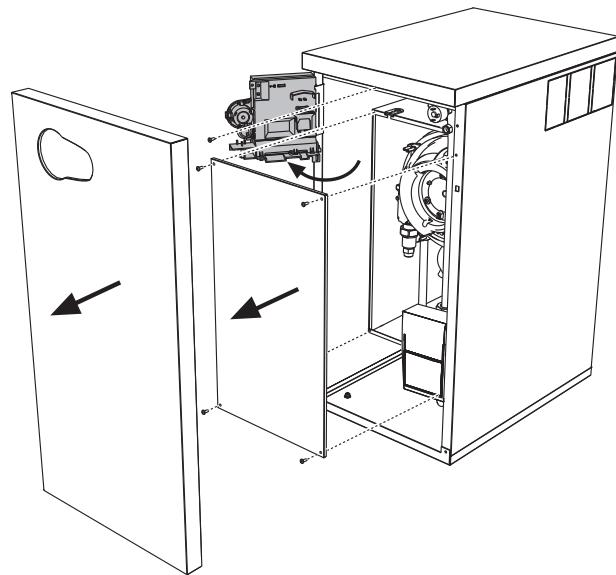

fig. 22
2. **Rimuovere il pannello frontale e il pannello della camera stagna (vedi fig. 22).**
3. **Svitare la vite e ruotare il pannello comandi (vedi fig. 22).**